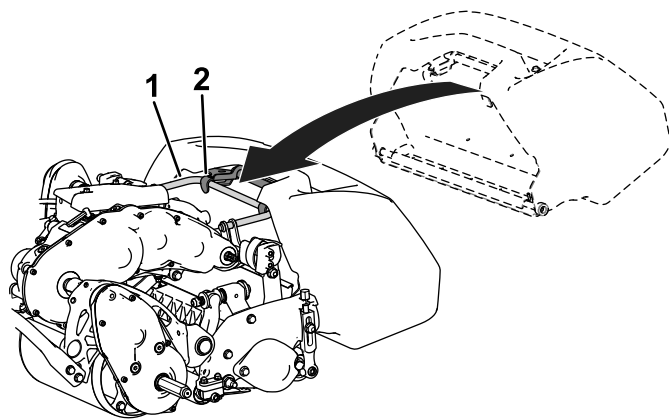

図 4
2. バスケットのリップ部をカッティングユニットの左右のサイドプレートの中央部に合わせて前ローラの上にセットする 図 4。
3. フレームループの上からバスケットを取り付ける 図 4。